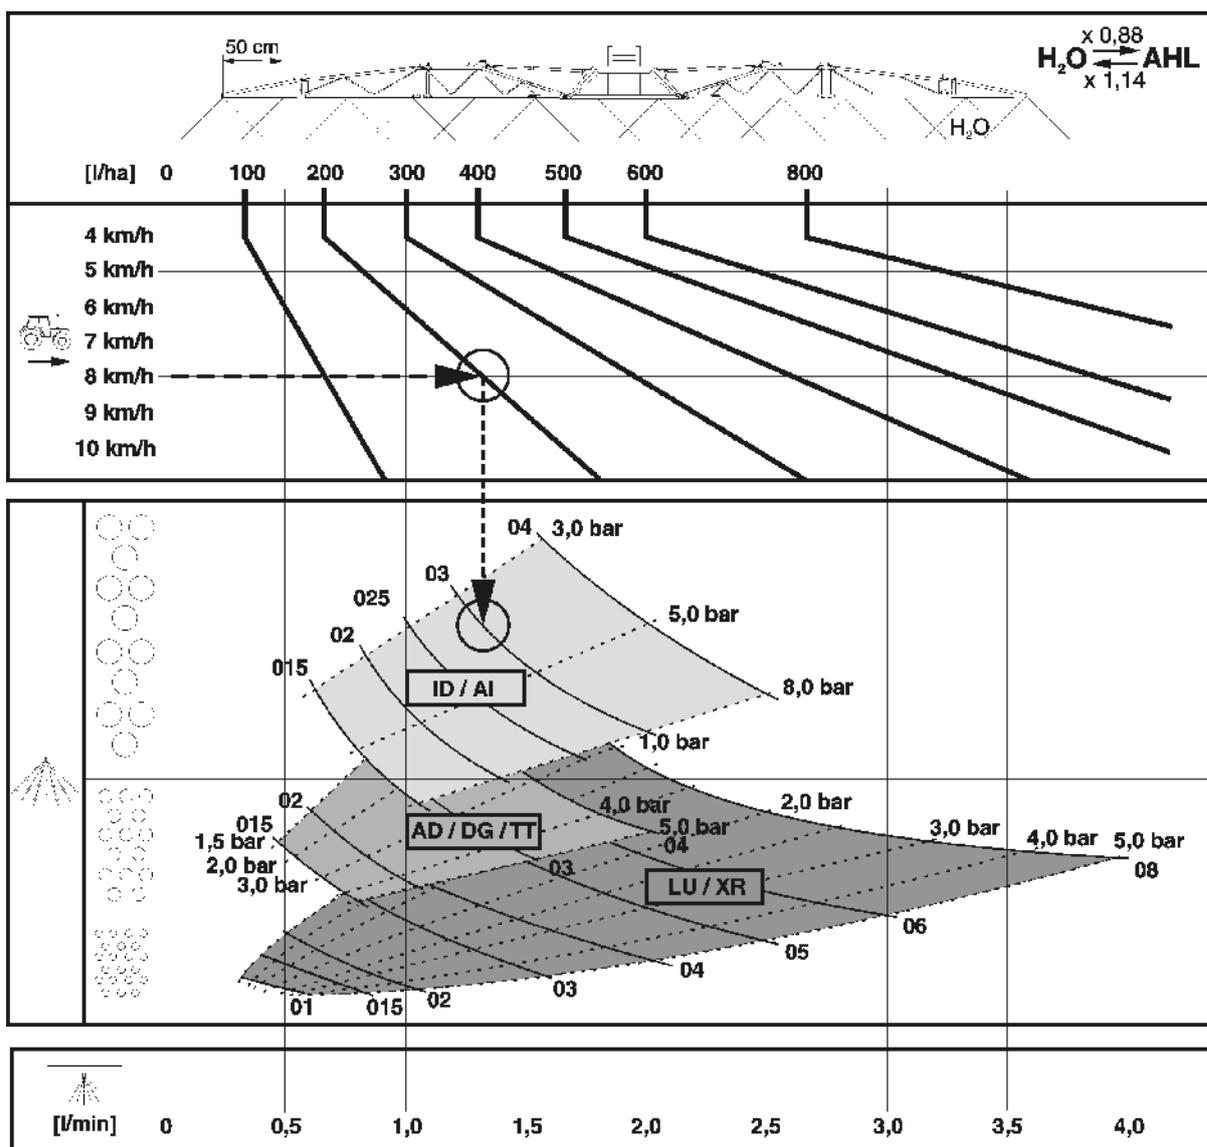

Fig. 151
- A Fig. 151 serve para a selecção do tipo de bico adequado. O tipo de bico é determinado pela